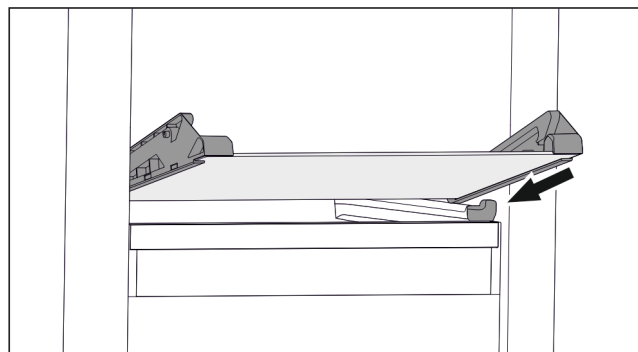

Fig. 108 Стъклена плоча на наклонящото се чекмедже
- Поставете стъклената плоча под ъгъл зад ограничителите. (виж Fig. 108)